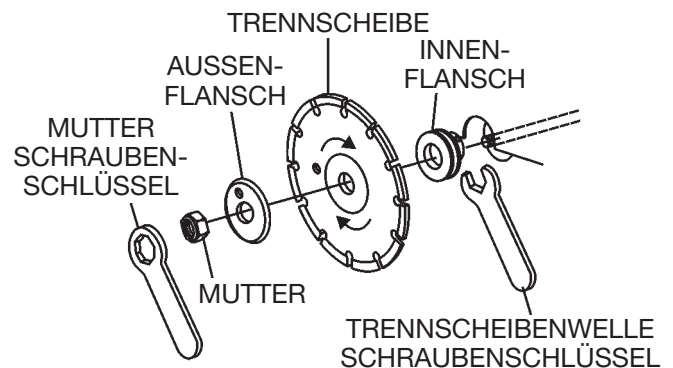

Abb. 12. Schraubenschlüssel zur Trennscheibenbefestigung
5. Die Trennscheibe mit den mitgelieferten Schraubenschlüsseln für die innere und äußere Wellenmutter montieren bzw. demontieren (Abb. 12).